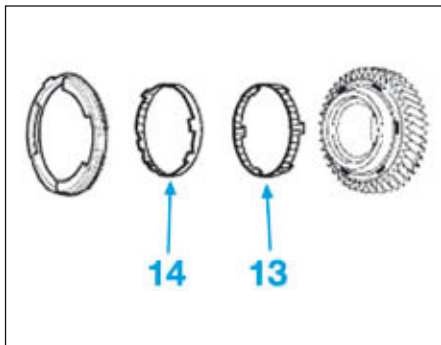

FIG.32
• Positionner les encoches de la synchronisation triple cônes (13) et (14) (Fig.32).